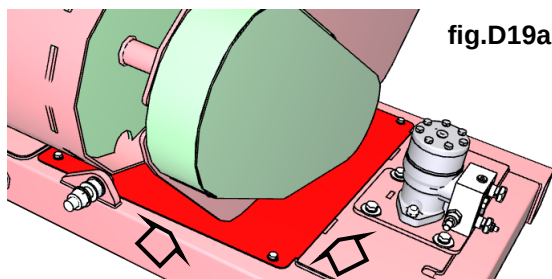

fig.D19a
- Telaio basculante, lato motore idraulico: rimuovere il carter di protezione indicato in fig.D19a;
- Tilting chassis, hydraulic motor side: remove the protective carter indicated in fig. D19a;